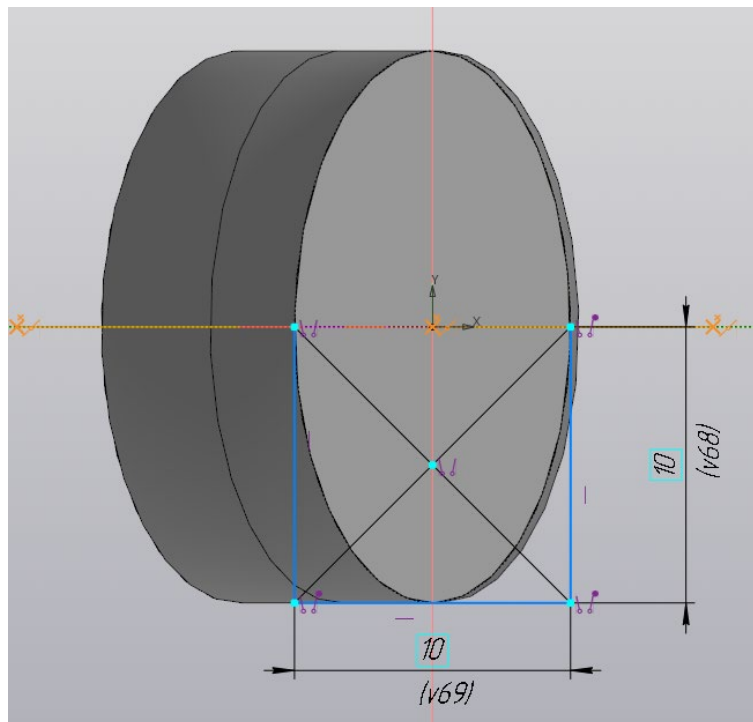

Рисунок 36 – Эскиз на торце рукоятки
7.6 Создайте новый эскиз на торце рукоятки по указанным размерам (рис. 36).